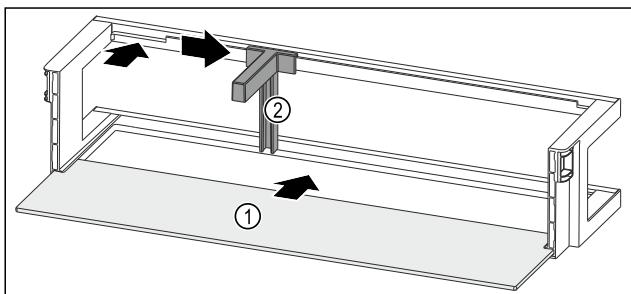

Fig. 136 Рафт на врата с рафт
► Вкарайте рафта Fig. 136 (1) в страничните прорези.
► Поставете препрата за бутилки Fig. 136 (2) в прореза.
► Плъзнете препрата за бутилки Fig. 136 (2) настрани до желаната позиция.